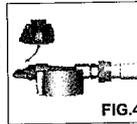

FIG.4
**OUVERT (ON):** après avoir monté correctement le adaptateur sur la valve gaz, ouvrir l'arrivée du gaz en tournant le levier d'un demi-tour dans le sens inverse aux aiguilles d'une montre pour le mettre sur ON/ ouvert. Le symbole de la flamme rouge et l'inscription ON sont clairement visibles. Voir la fig. 4.